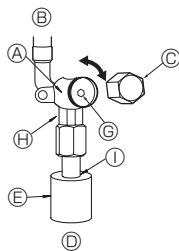

Fig. 4-5
- (1) Γραμμή αερίου (Fig. 4-5)
- ① Βγάλτε το καπάκι και περιστρέψτε το στέλεχος της βαλβίδας προς τα αριστερά έως το τέρμα χρησιμοποιώντας ένα εξαγωνικό κλειδί 5 mm. Σταματήστε να περιστρέφετε έως ότου φτάσει στον αναστολέα. (φ15,88: Περίπου 13 στροφές)
- ② Βεβαιωθείτε ότι η βαλβίδα διακοπής είναι εντελώς ανοιχτή, και περιστρέφοντας επαναφέρετε το καπάκι στην αρχική του θέση.